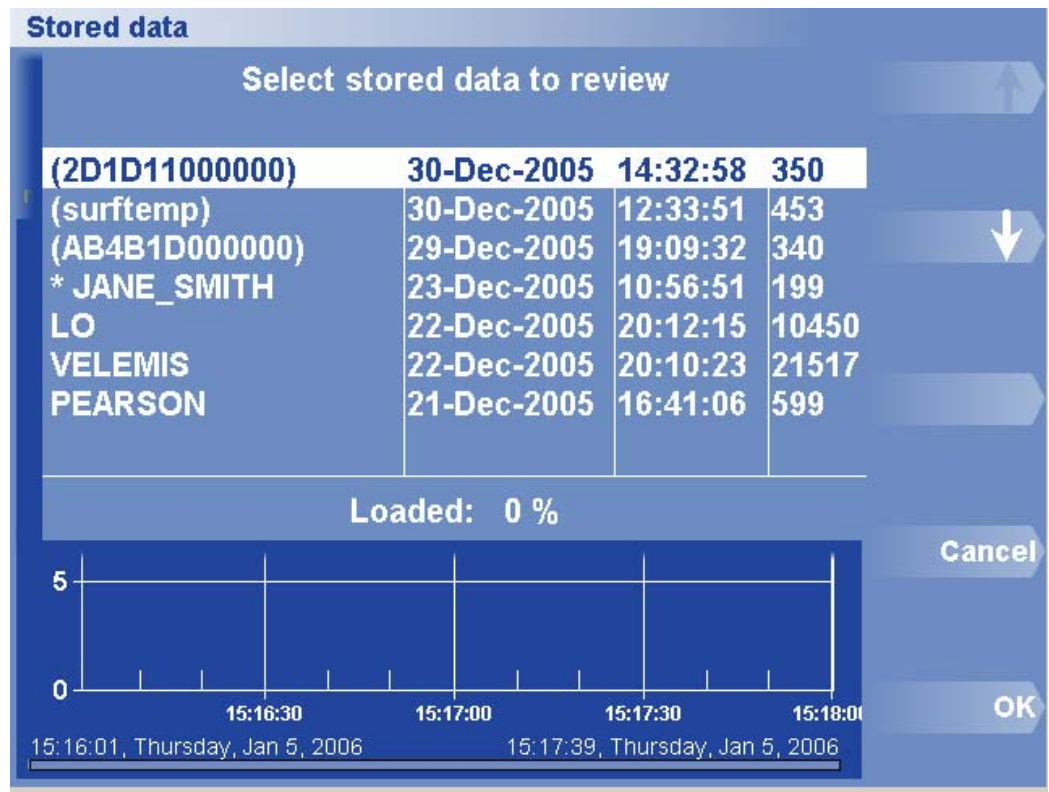

Figura 16. Caixa de Diálogo e Menu Rever Dados
2. Prima o botão Review Data (Rever Dados). Aparece uma lista de dados armazenados (identificados com etiquetas, datas, horas e tamanho do ficheiro) (Figura 16). O ficheiro com o prefixo asterisco (*) é o ficheiro da sonda ligada.